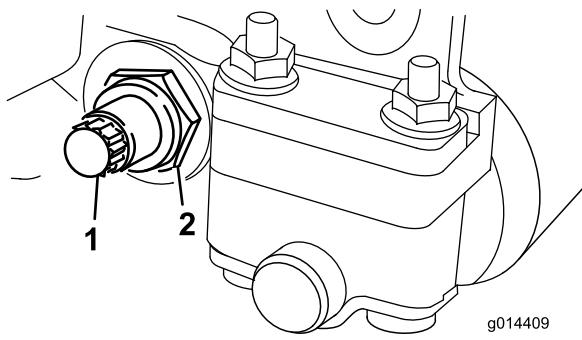
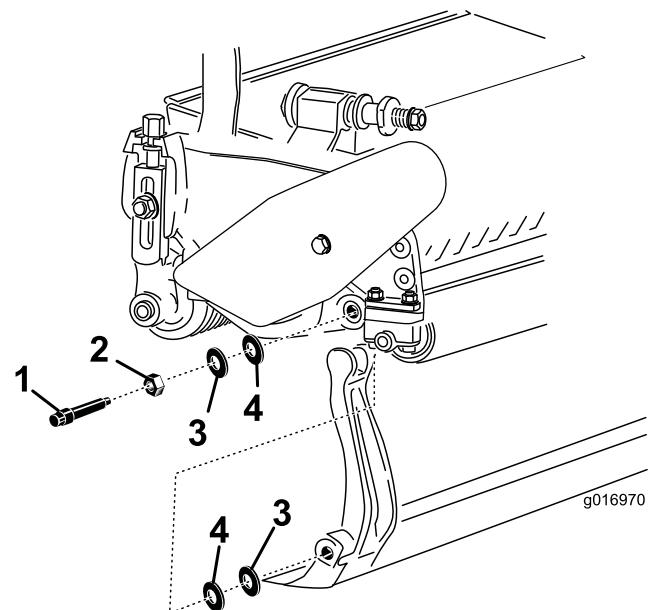

图17
图18
- 在机器的另一侧，松开固定底刀架螺栓（图17）的锁紧螺母。
- 拆下两个底刀架螺栓，向下拉动底刀架并从机器螺栓（图17）上拆下来。取下底刀架（图18）各端的2个尼龙和2个印花钢垫圈。
- 使用底刀架螺栓（螺栓上带的螺母）和4个垫圈（共8个），将底刀架固定在两个侧板上。将尼龙垫圈放在侧板凸起的一侧。将钢垫圈放在每个尼龙垫圈的外侧（图18）。